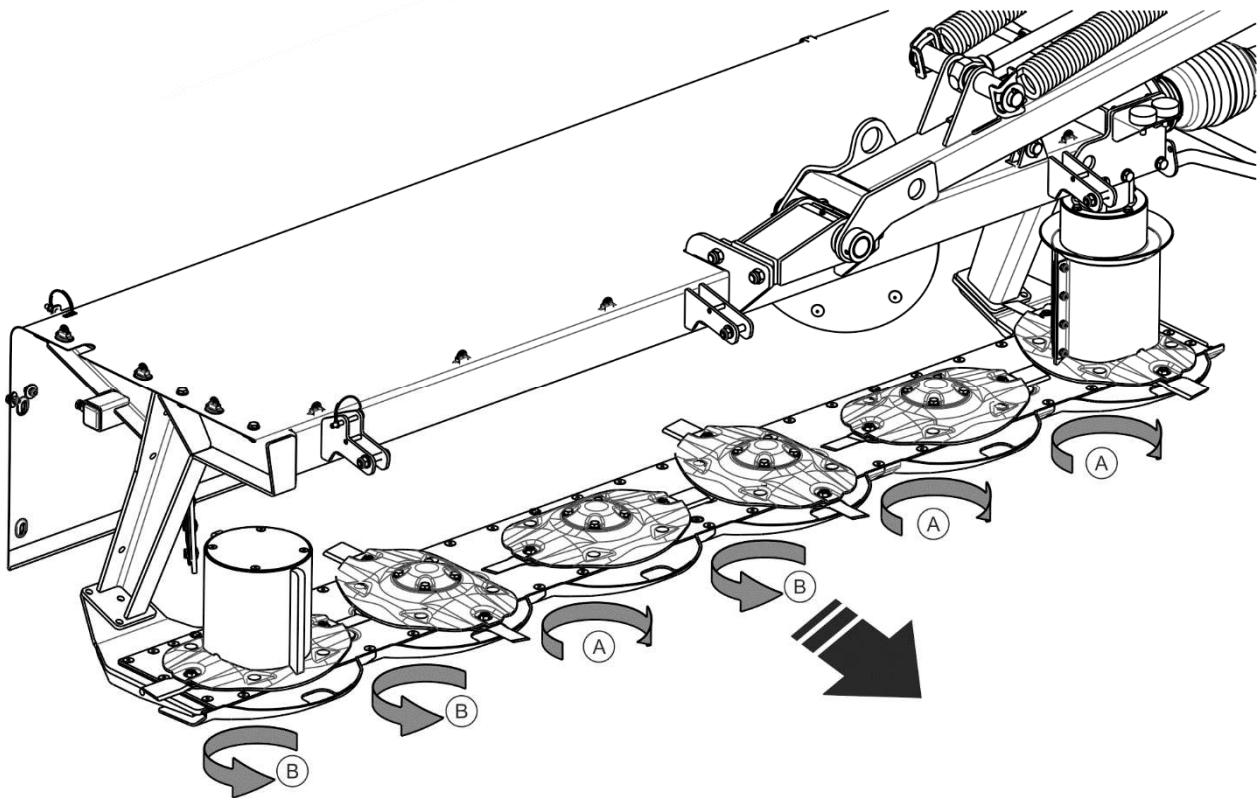

ABBILDUNG 5.2 Messertypen in Abhängigkeit von der Drehrichtung der Schneidscheiben
Der Mähbalken ist aufgrund der unterschiedlichen Drehrichtung der Schneidscheiben (Abb. 5.2) mit rechten (A) und linken (B) Messer ausgerüstet. Die Drehrichtung ist auf dem Messer angegeben.